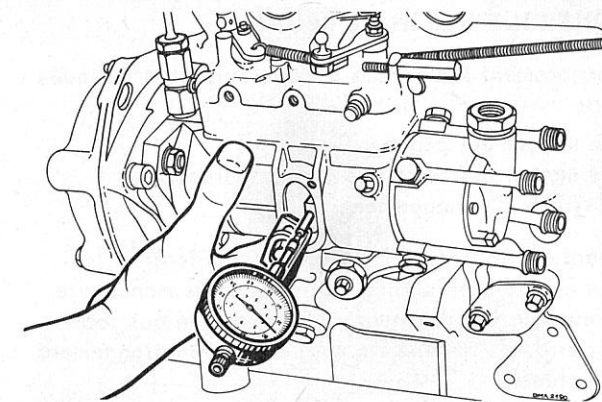

Fig. 67
- Les 3 écrous de fixation de la pompe sur la bride intermédiaire étant desserrés, tourner le corps de pompe (sens de rotation) jusqu'à ce que l'extrémité de la tige Ø 5 (voir calage interne) tombe dans la rainure du rotor (Fig. 67).